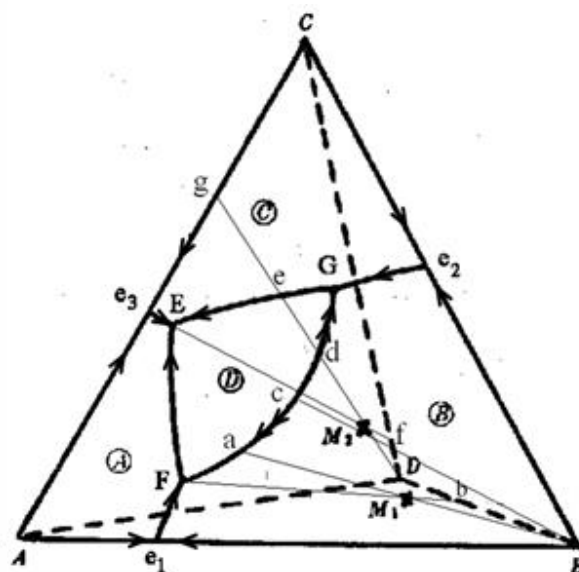

图6-14
6-26图6-14为一个三元系统相图。根据此图: (1) 判断化合物D的性质, 标出图中各边界和界线温降方向并判断界线性质; (2) 判断无变量点E、F、G的性质, 并写出相平衡关系式; (3) 写出熔体M₁和M₂的冷却析晶过程; (4) 计算熔体M₂液相刚到结晶结束点时以及结晶结束后的各相含量。